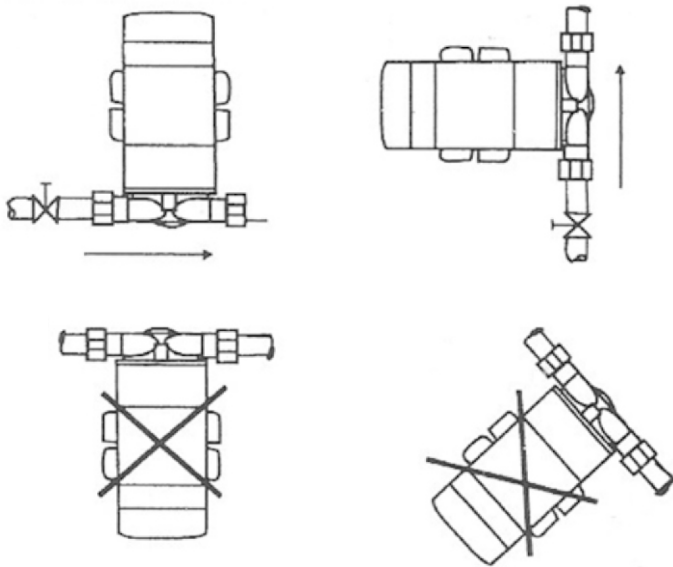

Рис. 1
- Насос повышающий давление следует ВСЕГДА устанавливать в соответствии с(рис. 1).